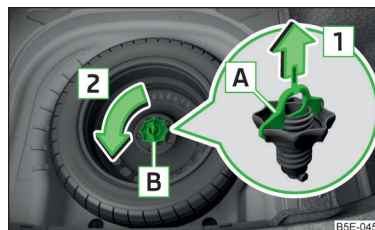

Fig. 188
La rueda de repuesto y/o de emergencia se encuentra en una cavidad debajo de la moqueta del maletero y está fijada con una tuerca especial **B** » fig. 188.
- Extraer el seguro **A** en sentido de la flecha **1** » fig. 188.
- Enrosque la tuerca **B** en sentido de la flecha **2** » fig. 188.